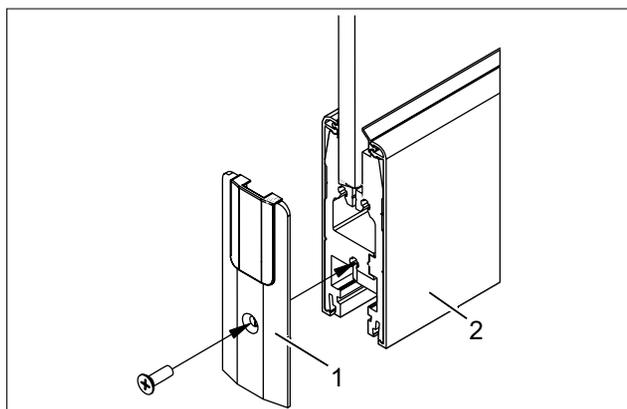

Abb. 47 Stirnabdeckung verschrauben
2. Stirnabdeckung (Abb. 47/1) an der unteren und oberen Außenkante der Türschiene (Abb. 47/2) am Drehendflügel verschrauben.